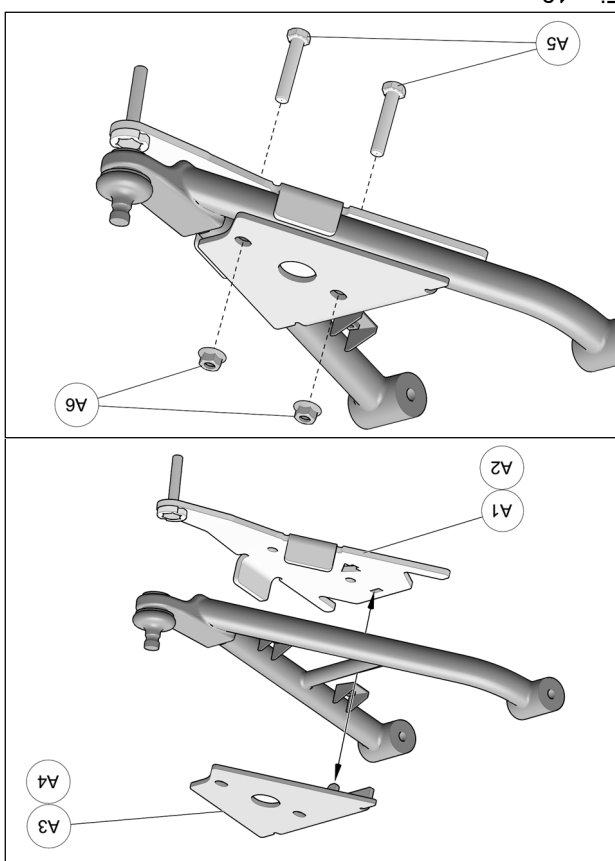

Fig. 13
5. Positionner la partie inférieure de l'ancrage anti-rotation (A1-A2) sous le bras de suspension inférieur. Positionner la partie supérieure (A3-A4) au-dessus du bras de suspension de façon à ce que le trou de la partie supérieure s'aligne avec celui au milieu de la partie inférieure. Insérer les boulons M10x55mm (A5) par le dessus de l'ancrage. Assembler les deux parties avec les écrous (A6) fournis. Serrer l'assemblage à un couple de 50 N•m [37 lb•pi]. Voir la Fig. 13